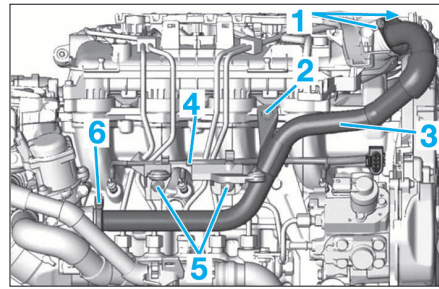

FIG. 44
- Ecarter le faisceau des bougies de préchauffage (4) (Fig.44).